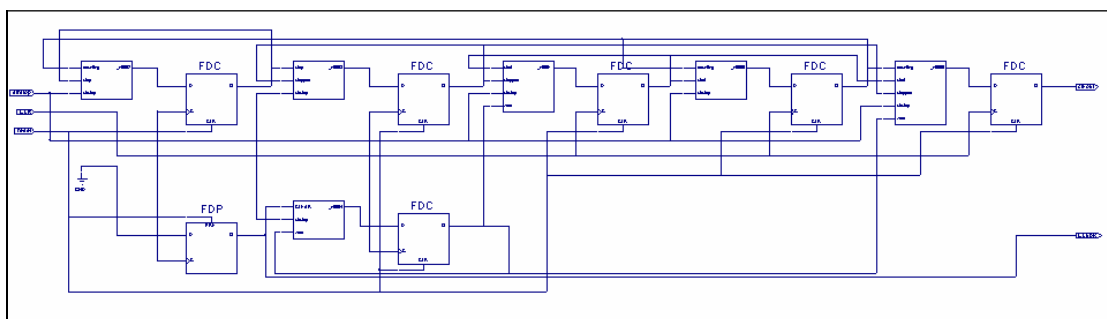

图9-56 根据综合结果提炼出的状态机“stmach_v”的原理图
- (4) 双击对应“计时表”状态机“stmach_v”的模块符号，进入根据该状态机综合结果提炼出的原理图，如图 9-56 所示。